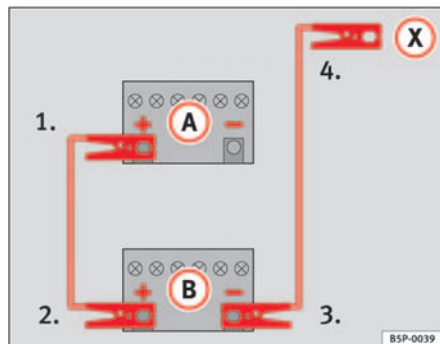

Abb. 200 Schema für das Anklemmen der Starthilfekabel
In der ⇒ Abb. 200 ist (A) die entladene Batterie und (B) die stromgebende Batterie.
- 1. Klemmen Sie ein Ende des roten Starthilfekabels an den Pluspol ⇒ Abb. 200 (+) des Fahrzeugs mit der entladene Batterie ⇒ ⚠.
- 4. Klemmen Sie das andere Ende des schwarzen Starthilfekabels (X) beim Fahrzeug mit der entladene Batterie an ein massives, fest mit dem Motorblock verschraubtes Metallteil oder an den Motorblock selbst an, jedoch nicht in der Nähe der Batterie ⇒ ⚠.